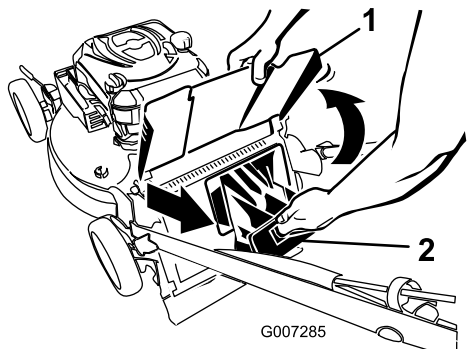

Bild 20
2. Heben Sie das Auswurfablenkblech an und halten es hoch (Bild 20).
3. Ziehen Sie die Heckauswurfklappe ab (Bild 20).
1. Heben Sie das Auswurfablenkblech an und halten es hoch (Bild 20).
2. Ziehen Sie die Heckauswurfklappe ab (Bild 20).